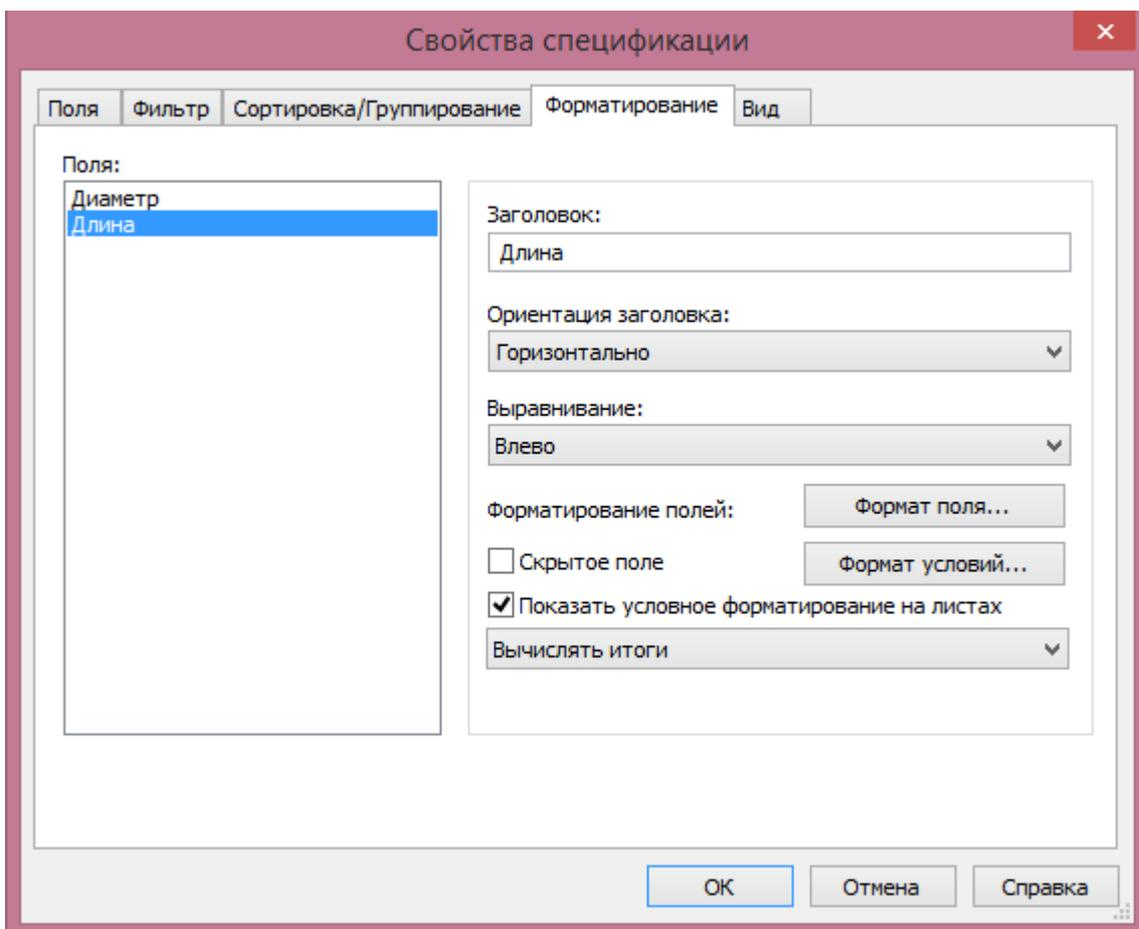

Рисунок 5.27 Настройка единиц измерения величин в спецификации
6. Далее во вкладке «Формат поля» для поля «Длина» выбрать единицы измерения в «метрах» (рисунок 5.27).